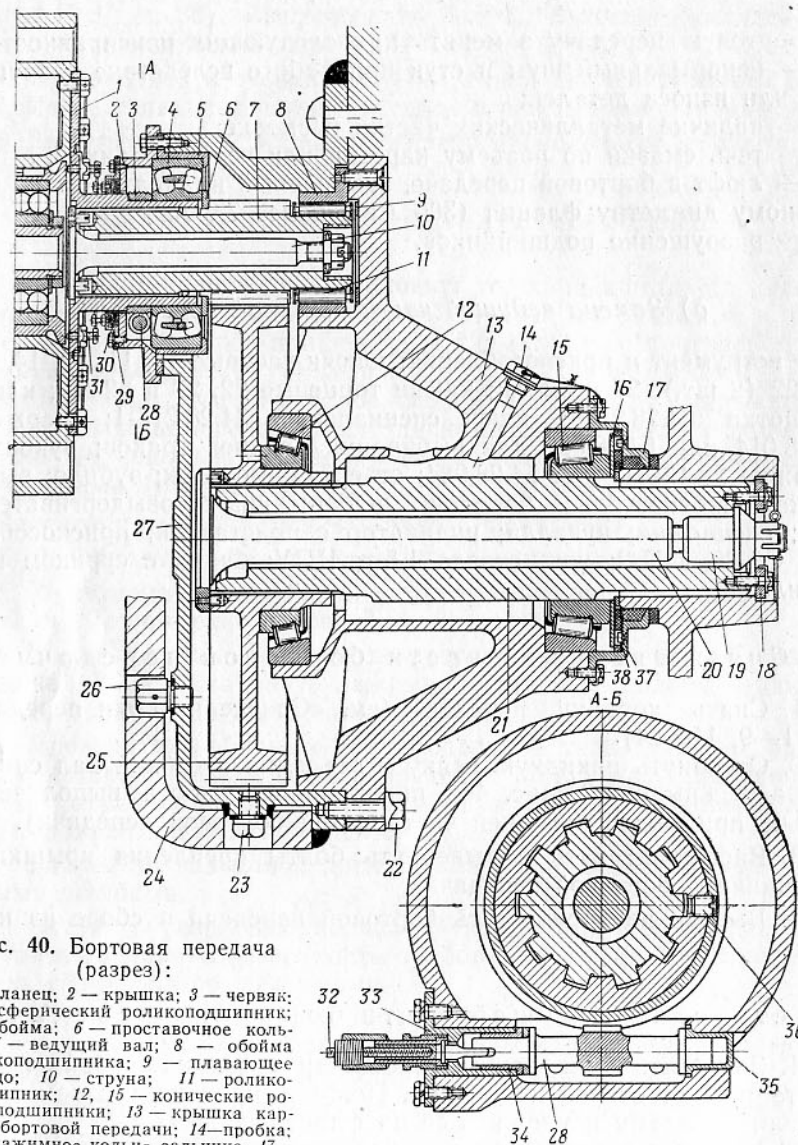

Рис. 40. Бортовая передача (разрез):
2. Отвернуть накидную гайку и отъединить гибкий вал спидометра от крышки 2 (рис. 40) подшипника (работа выполняется только при снятии ведущей части левой бортовой передачи).
5. Отстопорить и вывернуть болты 22 (рис. 40) крепления крышки 13 бортовой передачи к картеру.
5. Вывернуть болты крепления фланца втулки 33 (рис. 40) привода спидометра. Вынуть втулку, валик 28 привода спидометра и снять с валика регулировочные прокладки.
8. Вставить бронзовую втулку 34 (рис.40) во втулку 33. Вставить втулку 33 в гнездо крышки и закрепить ее болтами с пружинными шайбами (см. Технические условия, п. г) (для правой ведущей части бортовой передачи работа не выполняется).
1. Отвернуть два винта крепления обоймы 8 (рис. 40) роликоподшипника 11 и вынуть в сборе с подшипником, снять плавающее кольцо 9.